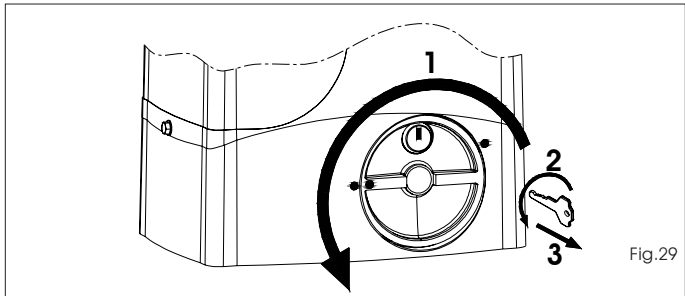

Fig.29
- 1) Ruotare il sistema di sblocco in senso orario sino al suo arresto, Fig.29 rif.1.
- 2) Ruotare la chiave in senso antiorario ed estrarla dalla serratura, Fig.29 rif. 2 e 3.